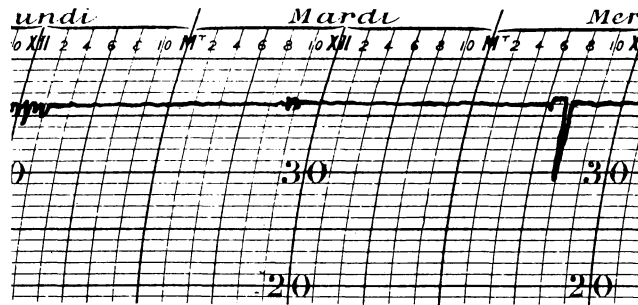

Fig. 9
La sensibilidad de este termoregulador, que es por otra parte conocida, puede apreciarse en la curva de temperatura de una cámara estufa de  $8m.^3$  sin aislación, calentada con resistencias (1) distribuidas en 4 puntos distintos, al nivel del piso de la cámara. (Fig. 9).